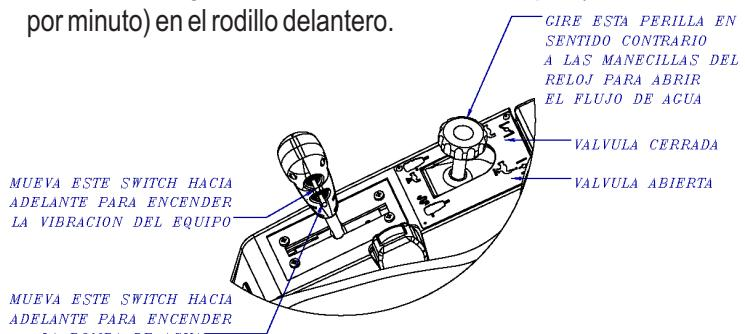

Figura 23. Interruptor (switch) de vibración
1. Para comenzar con la acción vibratoria, ubique el switch de vibración en posición encendido. Este interruptor se localiza en el costado lateral de la palanca de avance-reversa (Figura 23). Al activar este interruptor se generan 3,100 libras (1,400kg) de fuerza centrifuga a una frecuencia de 4200 vpm (vibraciones por minuto) en el rodillo delantero.